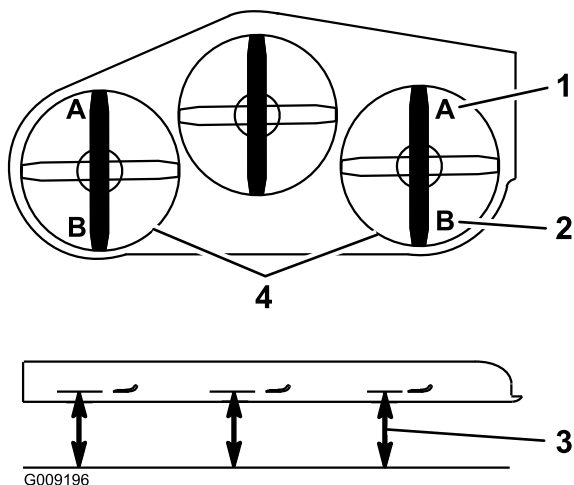

Figure 99
9. De chaque côté du tablier de coupe, mesurez la distance entre la surface plane et la pointe avant de la lame (position A), comme montré à la Figure 99.
15. De chaque côté du tablier de coupe, mesurez la distance entre la surface plane et la pointe arrière de la lame (position B), comme montré à la Figure 99.